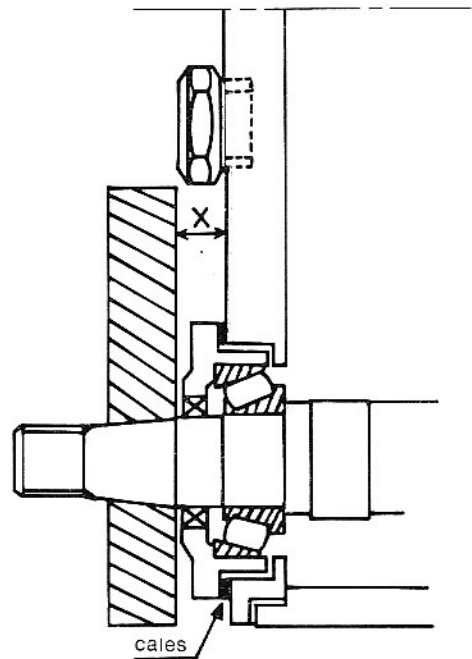

Fig. 1
- Dépassement arbre à cames : Fig 1.